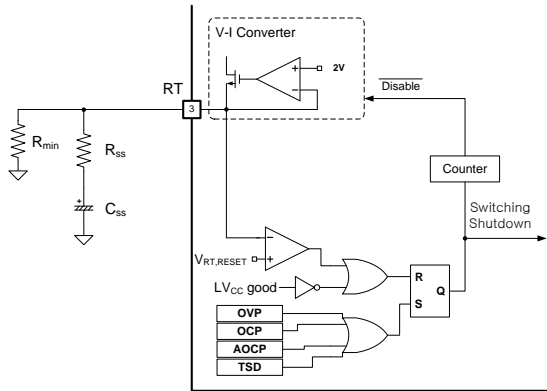
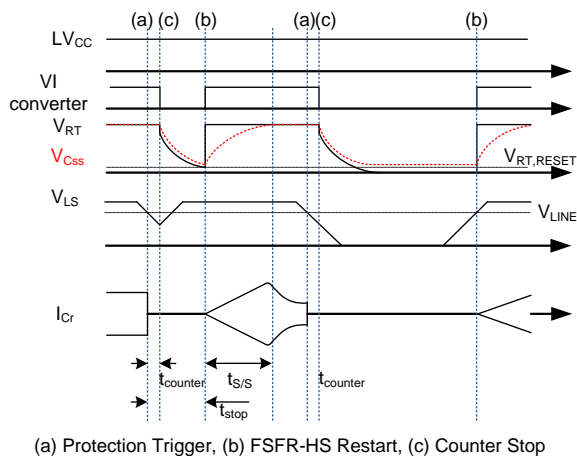

图 22. 自重启的内部框图
图 23. 自动重启操作
**4. 自动重启：**即使在有外部电源电压的情况下触发任何内置保护，FSFR-HS 系列也可自动重启。如图 22 和图 23 所示；一旦触发保护，功率 MOSFET 即停止。计数器开始操作并且对 1008 时钟进行计数，然后禁用 V-I 转换器。CSS 在通过电阻 RSS 和 Rmin 自然放电，直至 VRT 下降至 VRT,RESET，通常为 0.1 V。然后，复位所有保护并且 V-I 转换器恢复。FSFR-HS 再次通过软启动开始开关操作。